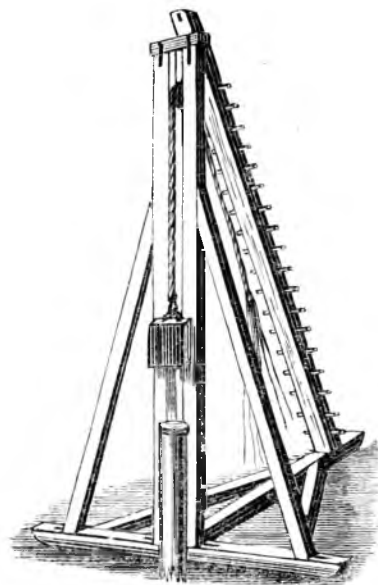

Рис. 70. Копер.
**Копер** (рис. 70) служит для забивки свай. Он представляет собою сооружение, в котором поднимается вверх тяжелая баба и затем, падая вниз, ударяет в торец поставленной сваи